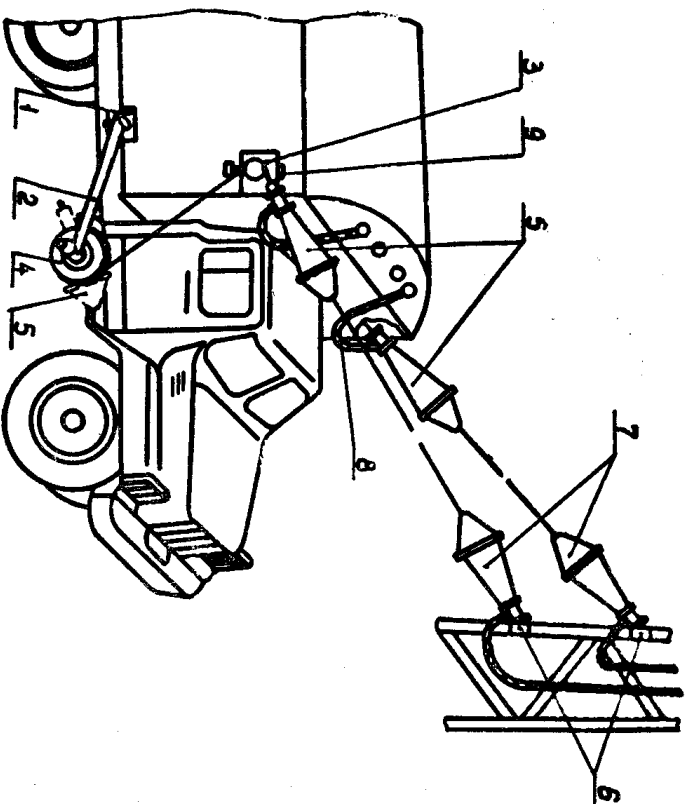

Рис. 6. Схема подключения ОЛП:
(см. рис. 6)
3. На правой боковой стенке кузова аппаратной машины на скобу 1 (см. рис. 6) установить лебедку II—2 и направляющую II—3 на скобу 9. На левой стенке на скобу установить лебедку I и направляющую I. Закрепить их прижимными болтами.